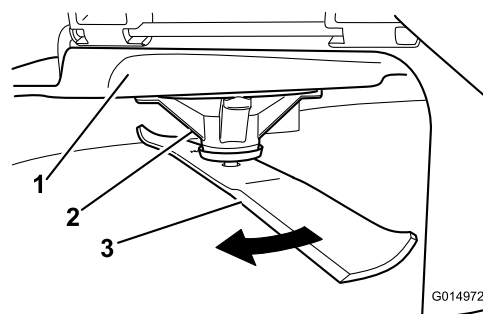

Figura 64
2. Purtați mâinii cu protecție corespunzătoare sau alte protecții adecvate pentru mâini și rotiți încet lama într-o poziție care vă permite să măsurați distanța dintre marginea de tăiere și suprafața uniformă pe care se află maina (Figura 64).